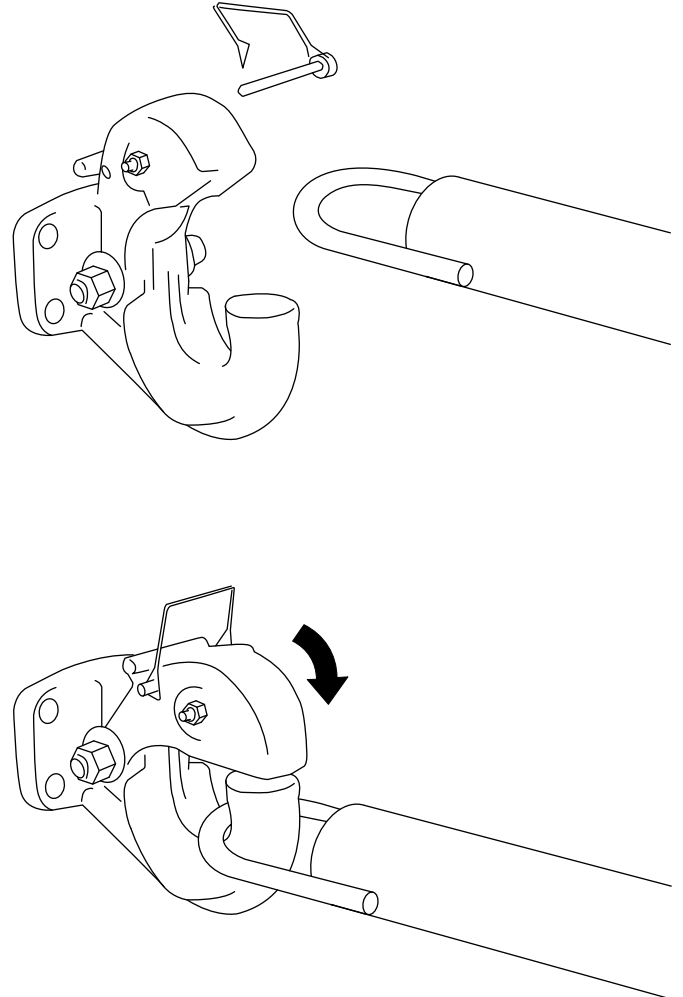

Figura 24
1. Retire el pasador del gancho de arrastre y abra el gancho (Figura 24).
2. Coloque la argolla de la barra de tracción sobre el gancho de arrastre (Figura 24).
3. Cierre el segmento superior del gancho de arrastre y sujételo con el pasador (Figura 24).